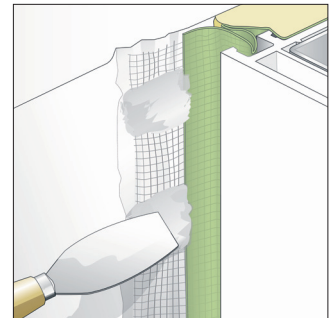

Bild 12: Punktweise Befestigung mittels SP025 Fenster-Folienkleber Öko zur Fixierung der Folie
- Folie mit Mörtel oder Dispersionskleber Punktweise in gewünschter Einbaulage fixieren (Bild 12).